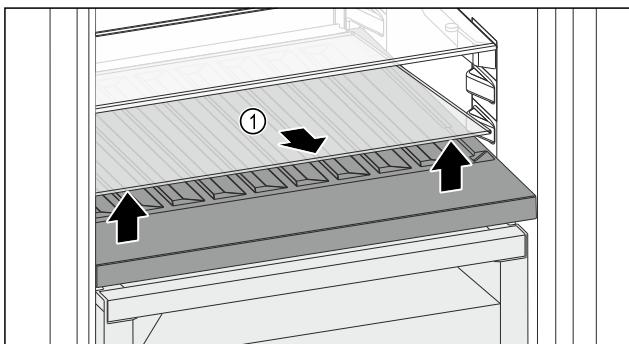

Fig. 144
- Повдигнете стъклена плоча Fig. 144 (1) при прореза отпред и извадете.
- Съхранявайте стъклена плоча Fig. 144 (1) на сигурно място извън уреда.